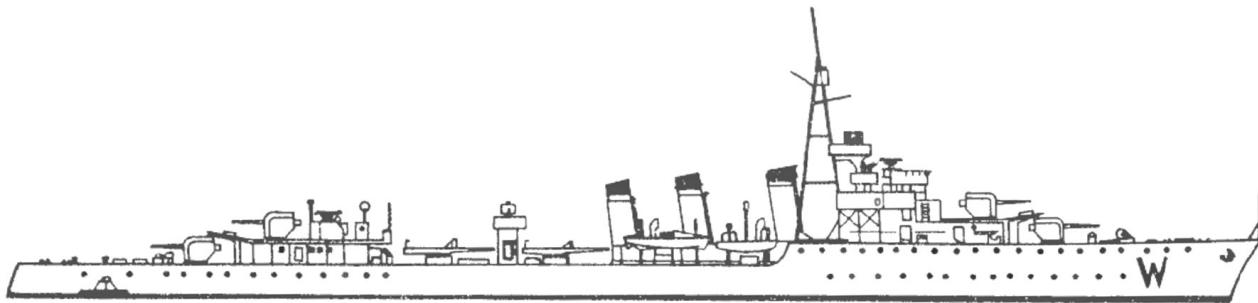

Рис. 6.19. Эсминец «Вихер»
**«Вихер».** Эсминец польского военно-морского флота, построенный в 1930 г. на французской судоверфи. Длина его — 107 м; ширина — 10,2 м; осадка — 3,1 м; скорость — 33 уз, команда — 155 чел. (рис. 6.19). Первого сентября 1939 г.\* он отражал воздушные атаки немецких самолетов, второго сентября сбил один самолет, а третьего сентября повредил немецкий эсминец. В тот же день в результате попадания бомб затонул у мыса Хель.